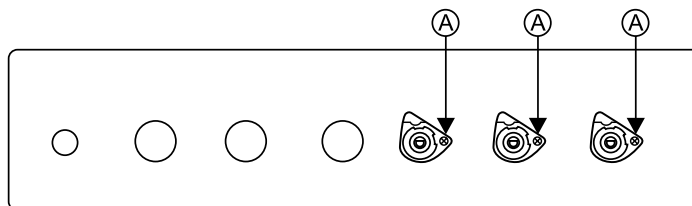

Fig. 7
- tourner la vis de réglage „A” (fig. 7) et observer la flamme du brûleur; déterminer la hauteur de la flamme de telle sorte à ce que un léger courant d'air ou le changement du type de flamme vers la flamme économique ne puisse l'éteindre,